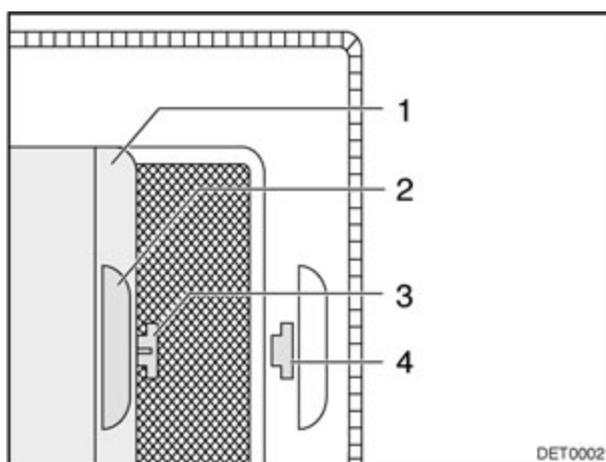

Fig. 50 Store occultant
- Tirer le store occultant (Fig. 50,1) par la poignée (Fig. 50,2) et accrocher le crochet (Fig. 50,3) dans l'ouverture (Fig. 50,4).
- Tirer le crochet (Fig. 50,3) de l'ouverture (Fig. 50,4) et laisser revenir le store occultant.